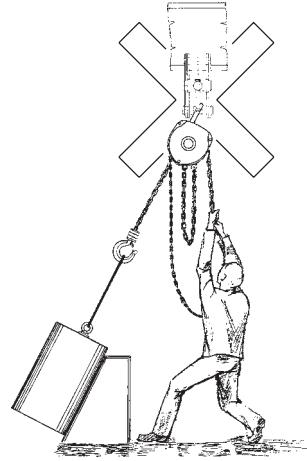

Fig. 2
- Die Belastung des Lastaufnahmemittels mit seitlichen Zugkräften ist verboten (Fig. 2).
- It is forbidden to apply side-pull forces to the clamp (Fig. 2).